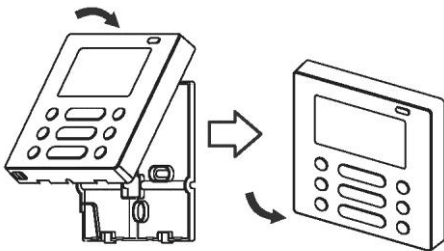

Fig 3-11
- Etter å ha justert den øverste platen og deretter festet den, må du unngå å klemme ledningen under installasjon. (Fig.3-11)